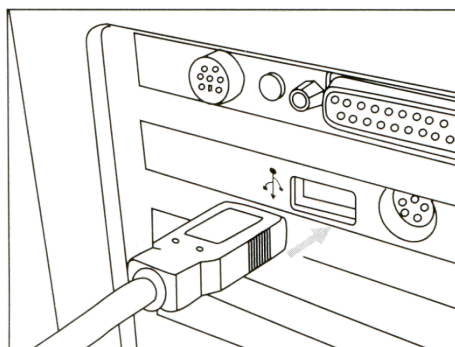

Рис. 4
- 5) Вставьте другой конец кабеля в свободный USB – порт на ПК, как на рис. 4